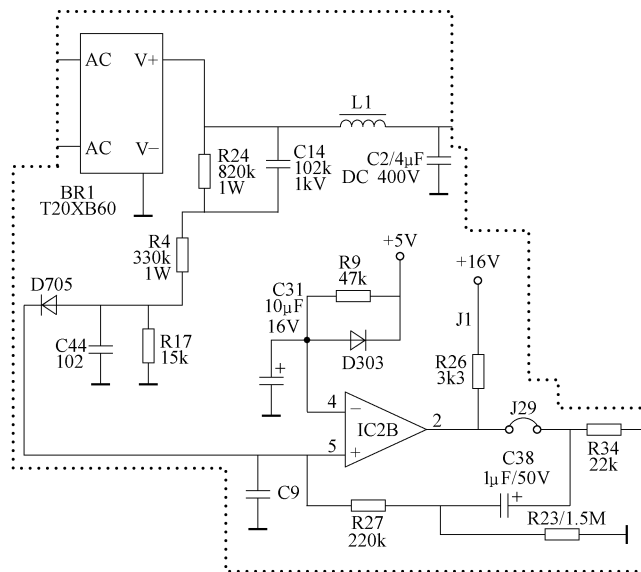

图 4-59 C38 相关电路截图
**维修笔记** V+浪涌检测保护电路由 R24、C14、R4、R17、C44、D705 等进行采样与比较器 IC2B 组成，其中 C14 为加速电容，使浪涌信号能够迅速传送到 IC2B 同相输入端⑤引脚。由 C38、R23、R27 构成的正反馈也加到比较器同相输入端。C38 相关电路截图如图 4-59 所示。